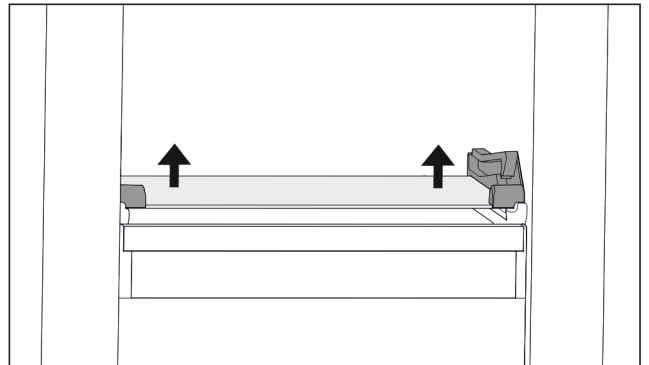

Fig. 70 Glasplatte des abklippbaren Schubfachs
- ▶ Glasplatte von unten beidseitig nach oben drücken. (siehe Fig. 70)